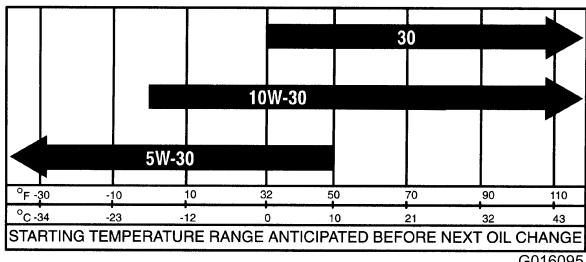

Figure 14
**Viscosité de l'huile moteur :** 10W-30. Choisissez la viscosité de l'huile en fonction de la température ambiante, comme indiqué dans le tableau de la Figure 14.